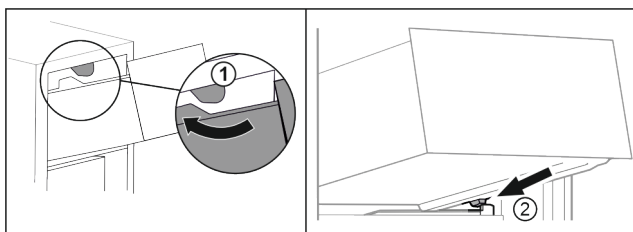

Fig. 89
- Guider le tiroir en contournant les butées supérieures. Fig. 89 (1)
- Placer le tiroir, en l'inclinant, derrière les butées inférieures sur la nervure de récipient. Fig. 89 (2)